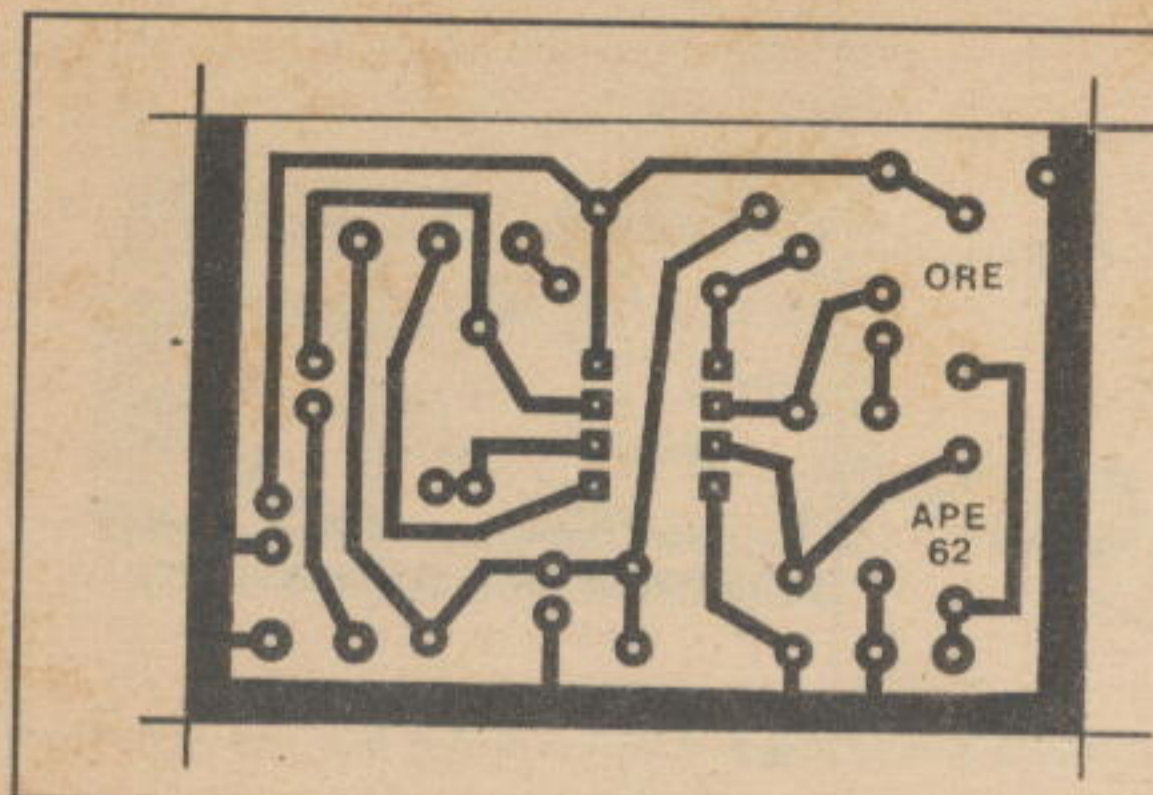

Fig.2
**- FIG. 2 - LAY OUT DO CIRCUITO IMPRESSO ESPECÍFICO** - Devido às inevitáveis dimensões não muito modestas da eventual *lente acústica*, de nada adiantaria forçar a barra no sentido de extrema miniaturização da plaquinha específica de impresso... Assim, optamos por *leiautar* o padrão cobreado de ilhas e pistas (em escala 1:1, na figura...) sem desnecessários *aperreios*... Com isso, a cópia, traçagem e confecção geral, ficam suficientemente *descomplicados* mesmo para um hobbysta *começante*... Basta reproduzir fielmente o padrão da figura (as áreas em preto, como sempre, indicam o que deve **restar cobreado** após a corrosão, enquanto que as partes claras indicam as regiões que devem ver-se **livres do cobre** no processo...) e seguir as demais recomendações exaustivamente enumeradas em oportunidades anteriores, aqui mesmo em APE...